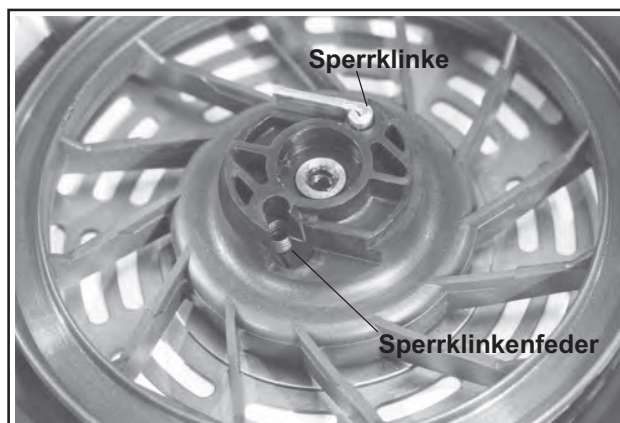

Abbildung 7-9. Installation Sperrklinkenfedern und Sperrklinken.
- Die Sperrklinkenfedern und die Sperrklinken in der Seilscheibe des Anlassers installieren. Siehe Abbildung 7-9.